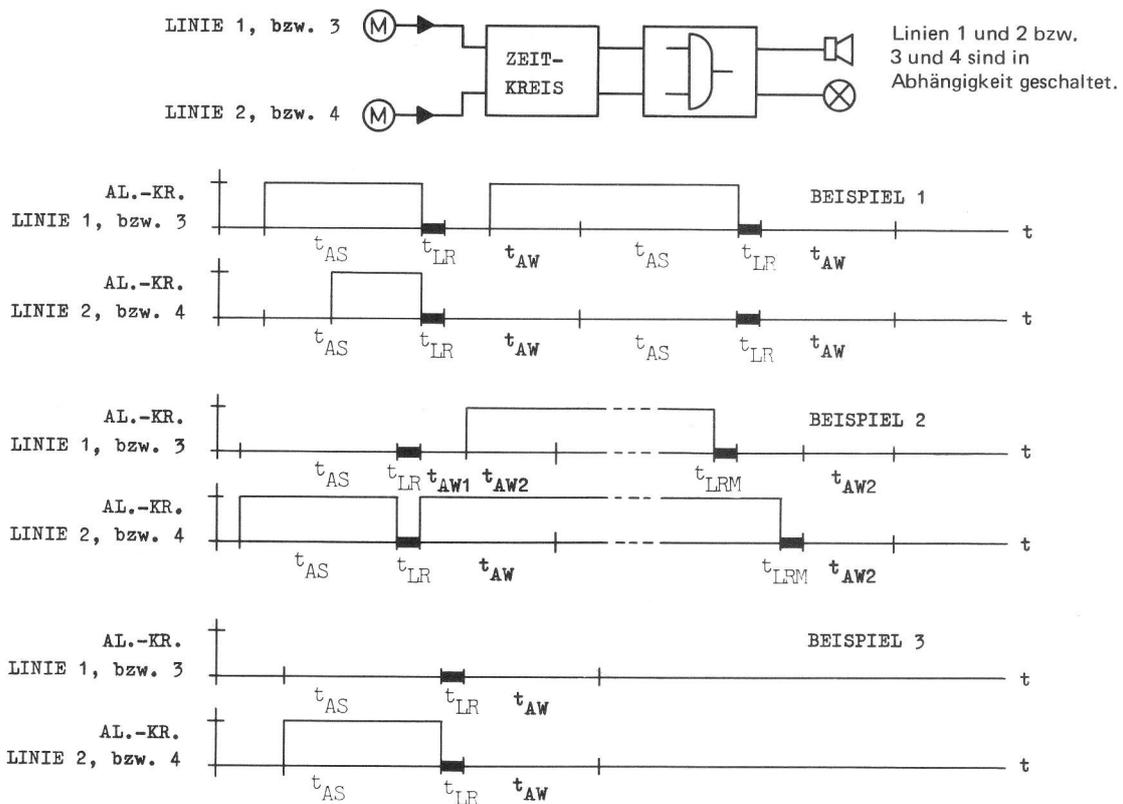

Bild 10 Funktionsdiagramm der AlarmzwischenSpeicherung mit Zweilinenabhängigkeit
5.4.2.4. Alarmzwischenspeicherung mit Zweilinenabhängigkeit (siehe Bild 10)
Wenn eine oder beide Linien Alarm melden, wird der dazugehörige Alarmzwischenspeicher T7/T8 im MS6-Einschub gesetzt. Über die Brücke 1 - 3 wird der Transistor T9 leitend und über die Brücke 3 - 4, Diode D14, Anschluß 10, Anschluß 9 in der MS6-Anschaltung der Zeitkreis angesteuert. Die Vorgänge wiederholen sich wie im Abschnitt 5.4.2.2. „Alarmzwischenspeicherung“ beschrieben. Während der Alarmwartezeit wird der Emitter von T2 in der MS6-Anschaltung über D2, Brücke 5 - 6, D12 und den leitenden T15 an 0 V gelegt. Meldet während dieser Zeit nur eine von beiden Linien Alarm, so blinkt die Melderanzeige des angesprochenen Melders. Anschließend läuft die Speicherzeit und die Melderanzeige blinkt weiter bis zum Beginn der Linienrückstellzeit. Meldet während der Speicherzeit auch die andere Linie Alarm, hat das auf den Zyklusablauf des Zeitkreises **keinen** Einfluß. Nach der Linienrückstellzeit wiederholt sich die Alarmwartezeit wie im ersten Zyklus. Meldet keine Linie mehr Alarm, geht die Zentrale in den Ruhezustand zurück (siehe Bild 10, Beispiel 1).
schaltung gestoppt. Nach dem Beheben des Alarmzustandes in beiden Linien und dem manuellen Rückstellen durch Betätigen des Linienschalters LS entlädt sich der Kondensator C1 weiter und der Rest der Alarmwartezeit, die unterbrochen wurde, läuft ab (siehe Bild 10, Beispiel 2).
Trifft während der Alarmwartezeit kein weiterer Alarm ein, so wird die Zentrale nach dem Ablauf der Alarmwartezeit in den Ruhezustand geschaltet (siehe Bild 10, Beispiel 3).